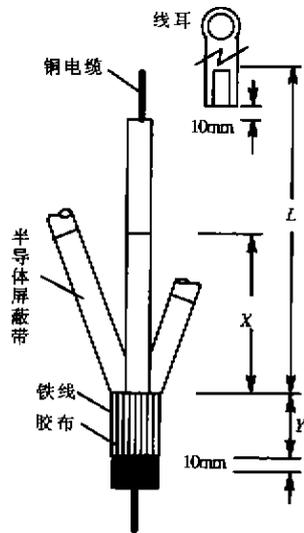

图1
(1) 如图1所示，剥除电缆护套层（外层）长度为 L 。不同型号规格的电缆，剥除的长度 L 、 Y 、 X 不同，具体要求依据厂商提供的资料。
(2) 清洁电缆护套层。
(3) 用密封胶带包扎电缆护套层，长度为50mm。
(4) 向后翻铠装铁线在外层护套上。
(5) 剥去半导体屏蔽层，注意切勿损伤绝缘。
(6) 用工业酒精清洁电缆铜芯导线。
(7) 用干净的抹布清洁铜芯的护套层。